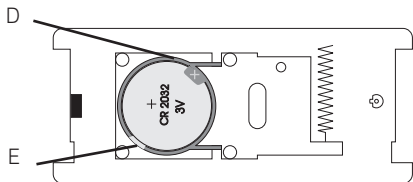

Abbildung 2: Batteriefach Türklingeltaster
- e) Die Batterie (Knopfzelle CR 2032) kann jetzt in die Plastikhalterung auf der Platine (Abb.2 D) eingelegt werden.
- f) Wollen Sie eine Batterie auswechseln, dann entfernen Sie die vorherige mit einem kleinen flachen Schraubendreher aus ihrer Plastikhalterung durch vorsichtiges Anheben an der Ecke (Abb.2 E). Anschließend können Sie eine neue Batterie einlegen. Bitte achten Sie auf die richtige Polarität der Batterie.